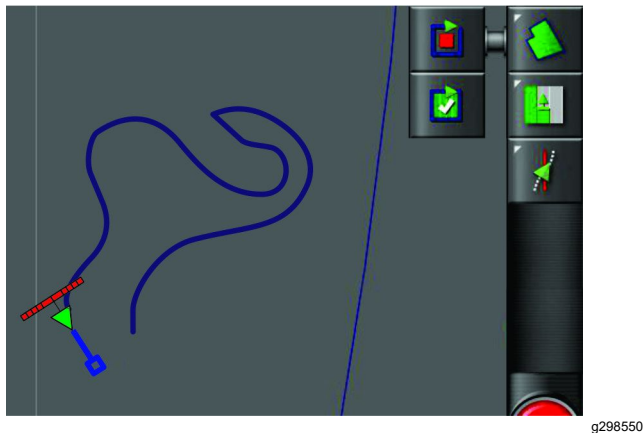

Рисунок 44
1. Когда вы приблизитесь к начальной точке границы поля, остановите машину (Рисунок 44).